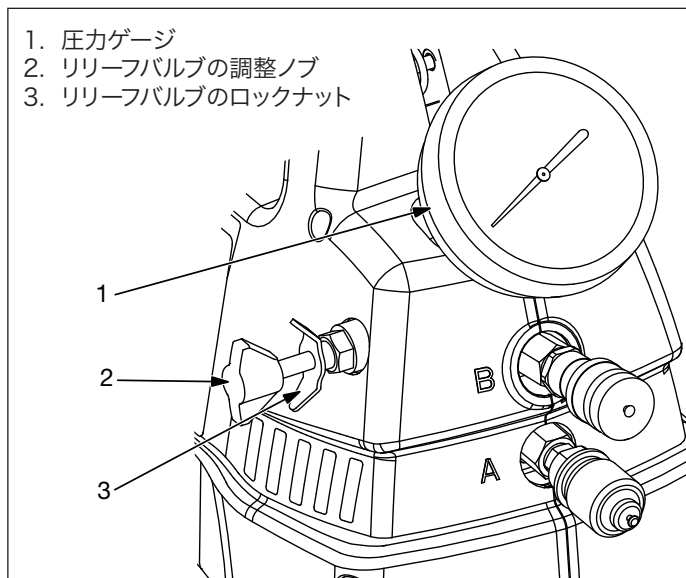

図7:リリーフバルブ調整
4. リリーフバルブのロックナットを緩め、回したときに軽く抵抗力が掛かるまでリリーフバルブ調整ノブを反時計回りに回します。図7を参照してください。
4. リリースバルブのロックナットを緩め、回したときに軽く抵抗力が掛かるまでリリースバルブ調整ノブを反時計回りに回します。図7を参照してください。
2. リリーフバルブのロックナットを緩め、回したときに軽く抵抗力が掛かるまでリリーフバルブ調整ノブを反時計回りに回します。図7を参照してください。